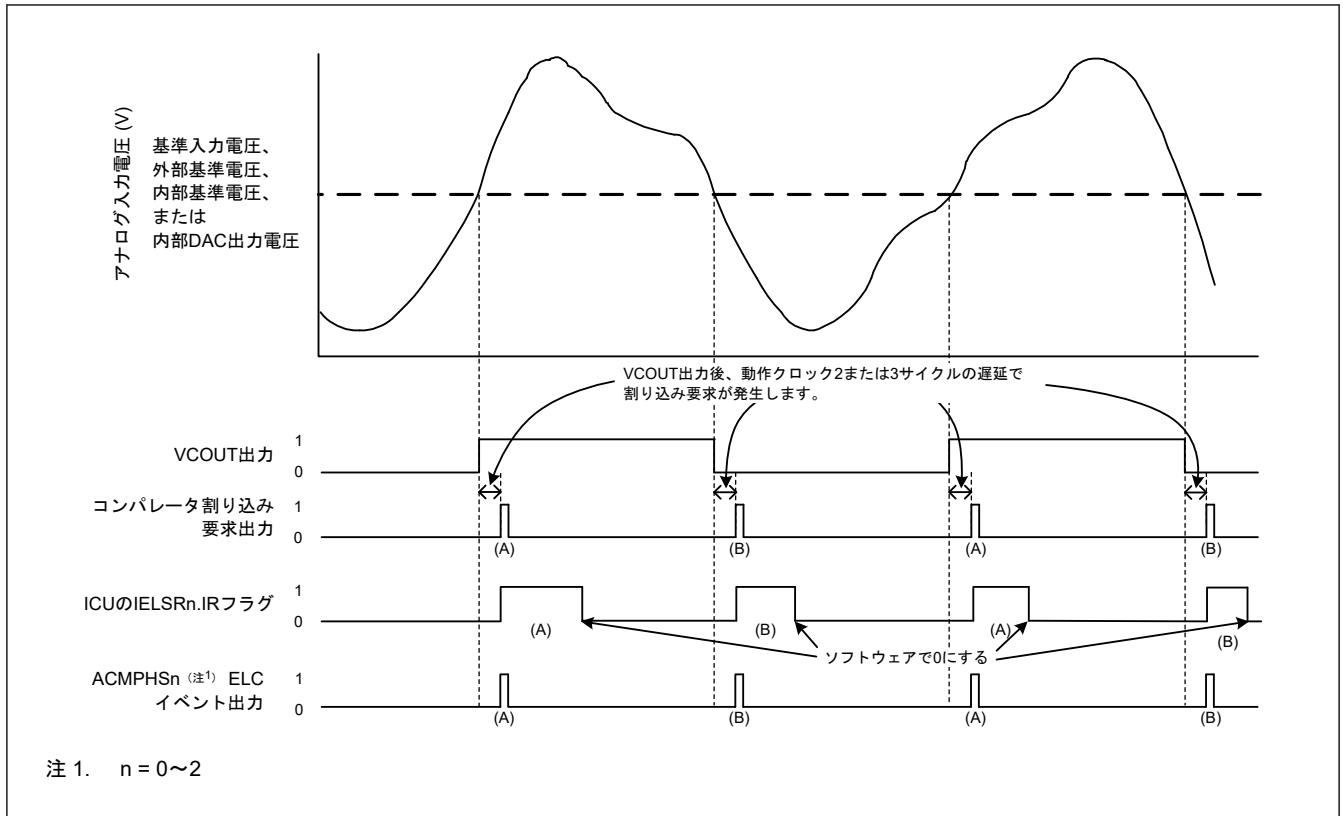

図 36.2 ACMPHS 動作の例
ACMPHS 動作の例を図 36.2 に示します。アナログ入力電圧が ACMPHS 基準入力電圧より高くなると VCOUT 出力は 1 になり、低くなると VCOUT 出力は 0 になります。ACMPHS 出力が変化すると、割り込み要求および ELC イベントが出力されます。
図 36.2 は CPOE = 1 (端子出力有効)、CDFFS[1:0] = 00b (フィルタを使用しない)、かつ CEG1 = CEG0 = 1 (両エッジ検出を選択) の場合の例です。CINV = 0、CEG0 = 1、かつ CEG1 = 0 (ACMPHS からの非反転出力信号用に立ち上がりエッジ検出を選択) の場合、IELSRn.IR フラグは (A) で示されるように変化します。CINV = 0、CEG0 = 0、かつ CEG1 = 1 (ACMPHS からの非反転出力信号用に立ち下がりエッジ検出を選択) の場合、IR フラグは (B) で示されるように変化します。